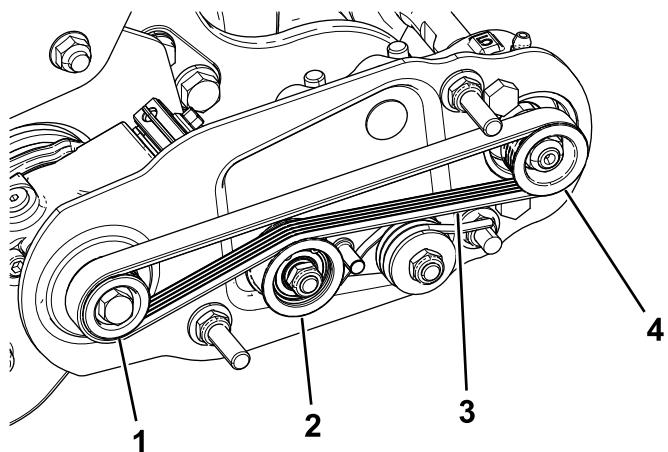

Рисунок 14
- Обведите ремень вокруг **ведущего** шкива, а затем проложите по верхней части натяжного шкива (**Рисунок 14**).